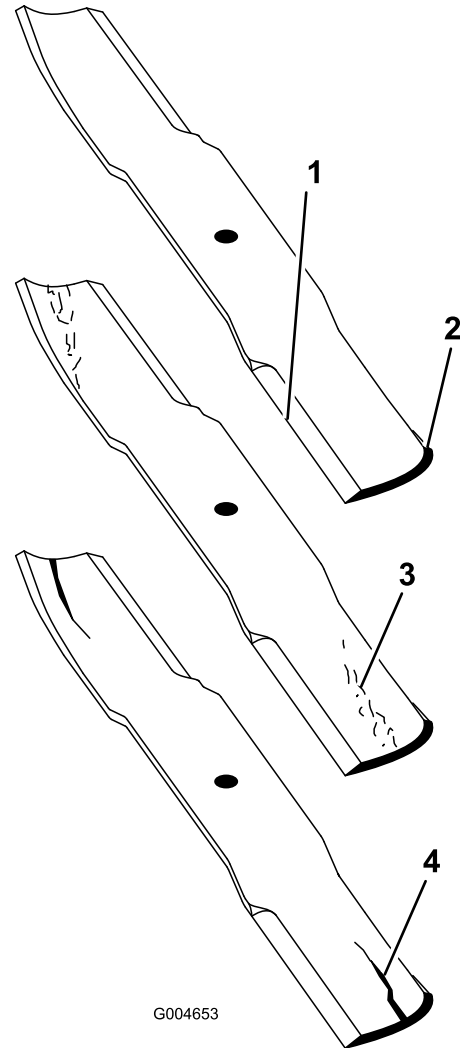

Figure 131
2. Examinez attentivement les tranchants de la lame, particulièrement au point de rencontre de la partie plane et de l'ailette (**Figure 131**).
Remarque: Le sable et les matières abrasives peuvent éroder le métal à cet endroit, c'est pourquoi il est important de contrôler l'état de la lame avant d'utiliser la tondeuse. Remplacez la lame si elle semble usée (**Figure 131**).